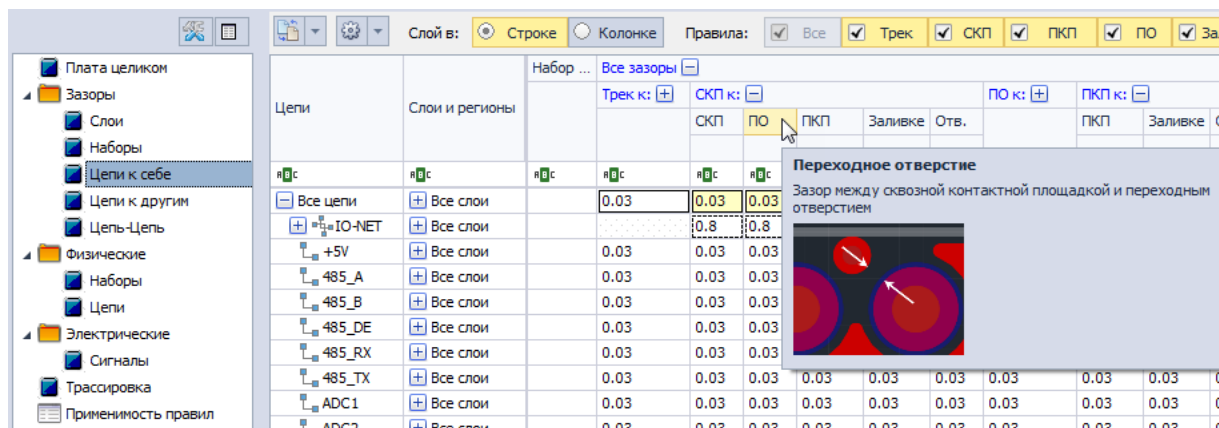

Рис. 12 Зазор между сквозной контактной площадкой и переходным отверстием
- Зазор между СКП и ПО обозначается как «СКП к ПО», Рис. 12. Зазор определяет область вокруг сквозной контактной площадки, в которой не может присутствовать какой-либо элемент переходного отверстия.